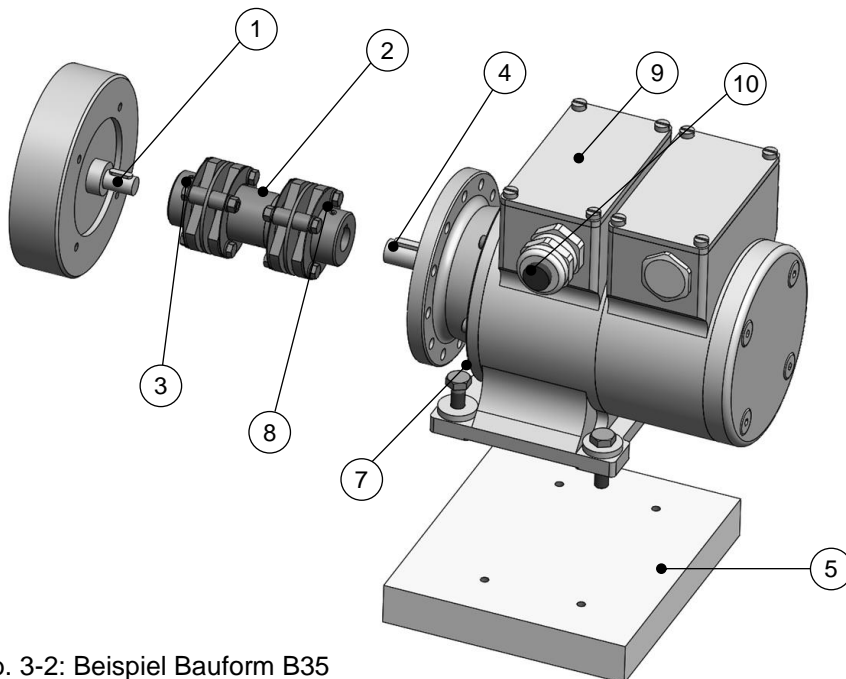

Abb. 3-2: Beispiel Bauform B35
1. Klemmkastendeckel (9) öffnen (Abb. 3-2).
2. Verschlussbolzen der Kabelverschraubung (10) entfernen (Abb. 3-2).